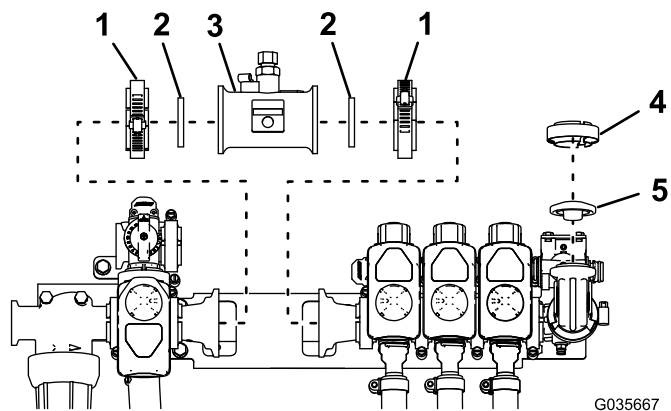

图1
3. 松开将歧管连接器固定到搅拌阀和喷洒臂段阀总成上的蜗杆夹（图1）。
4. 卸下夹具、垫片和歧管连接器（图1）。
5. 用刚刚卸下的夹具安装流量表和 2 个流量表垫片（图1）。
6. 卸下传感器夹具、盖及垫片（图1）。